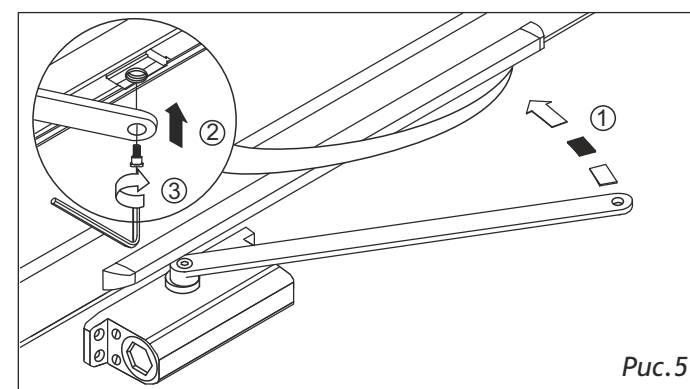

Рис. 5
5. Прижмите тягу к полотну двери и соедините ее с ползунком специальным винтом М8х17 под шестигранный ключ. Тем самым создастся преднатяг (рис. 5);